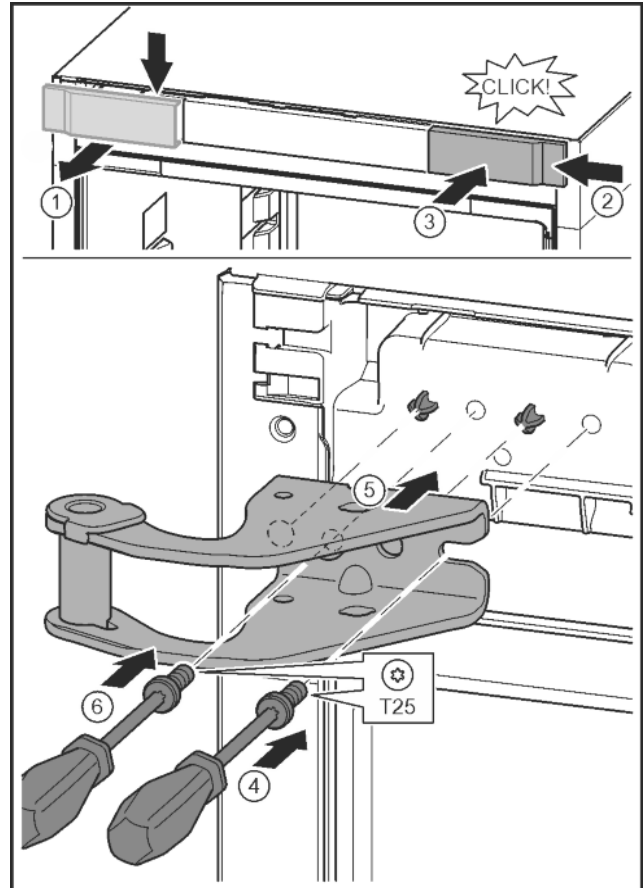

Fig. 14
- ▶ Desprindeți capacul și scoateți-l în lateral. Fig. 14 (1)
- ▶ Acroșați pe cealaltă parte din dreapta capacul rotit cu 180°. Fig. 14 (2)
- ▶ Fixați capacul în poziție. Fig. 14 (3)
- ▶ Aplicați șurubul cu șurubelnița T25. Fig. 14 (4)
- ▶ Aplicați suportul de lagăr superior. Fig. 14 (5)
- ▶ Înșurubați ferm șurubul. Fig. 14 (4)
- ▶ Introduceți șurubul cu șurubelnița T25 și înșurubați ferm. Fig. 14 (6)